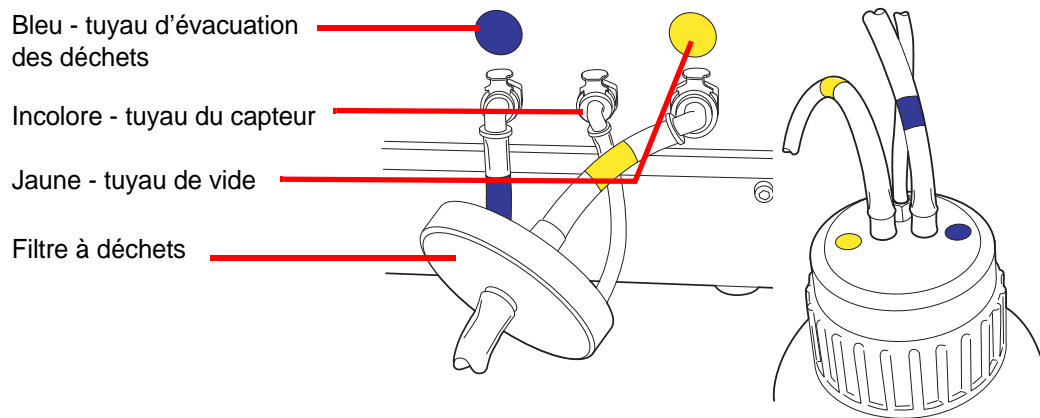

Figure 8-12 Raccordements des tuyaux du bidon d'évacuation des déchets
3. Repérer les trois raccords du bidon d'évacuation des déchets à l'arrière du processeur ThinPrep 5000. Se reporter à la Figure 8-12. S'assurer que les boutons des raccords sont enfoncés.